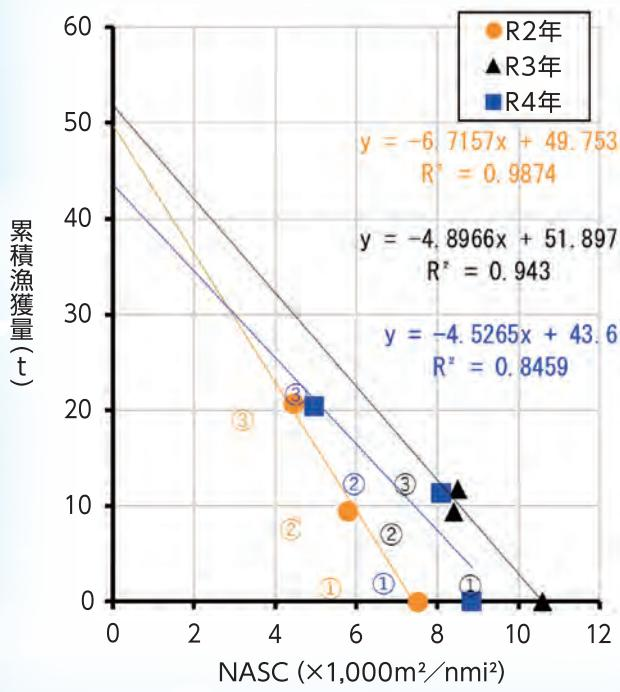

図13 累積漁獲量とNASCとの関係
- 結果、ワカサギの累積漁獲量が多くなるほど、魚探反応(NASC)も小さくなりました(図13)。
③魚探による資源推定